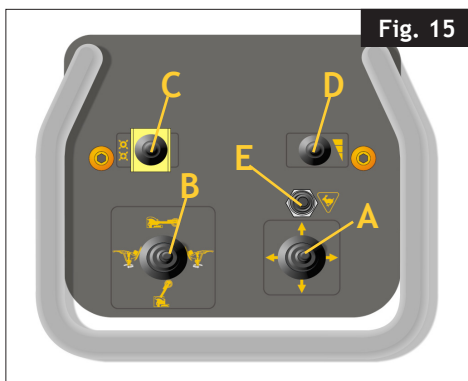

Fig. 15
- Levier à quatre positions (A, fig.15) qui :
- Levier à quatre positions (B, fig.15) qui :
- Levier à deux positions (C, fig. 15) commandant l'ouverture et la fermeture de l'autocentreur
- Levier à trois positions (D, fig. 15) commandant les vitesses de rotation de l'autocentreur
- Bouton (E, fig. 15) qui, si est actionné en même temps que la commande de mouvement des chariots, permet d'augmenter la vitesse de mouvement